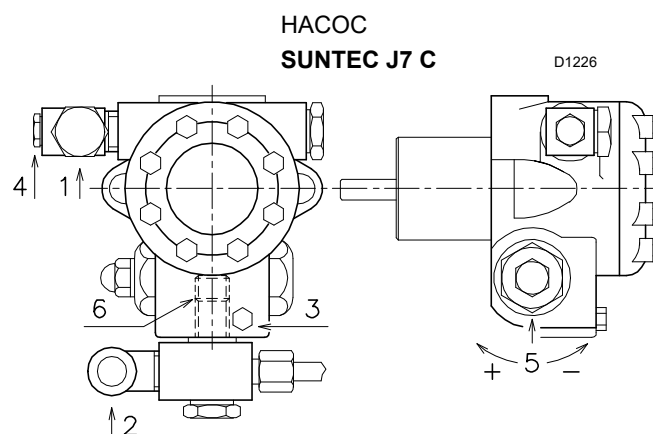

Рис. 22
Насосы оснащены байпасом, который соединяет обратный трубопровод с всасывающим штуцером. Они устанавливаются на горелку с закрытым байпасом с помощью винта 6) (Рис. 22).
- Для автоматической заливки насоса необходимо отвернуть винт 3)(Рис. 22) насоса, чтобы выпустить воздух, содержащийся во всасывающем трубопроводе.